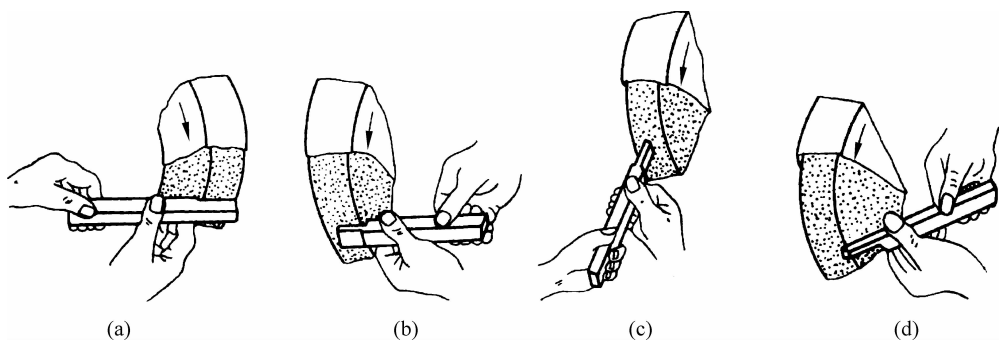
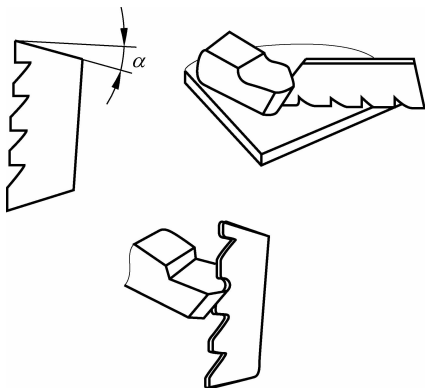

图 3-3 90°车刀刃磨
图 3-4 用样本检验角度
- ① 主后面,同时磨出主偏角及主后角,见图 3-3(a)。
- ② 副后面,同时磨出副偏角及副后角,见图 3-3(b)。
- ③ 前面,同时磨出前角,见图 3-3(c)。
- ① 磨前面。
- ② 磨主后面和副后面。
- ③ 磨刀尖圆弧,见图 3-3(d)。
(2) 刃磨车刀姿势及方法。
- ① 站立在砂轮侧面,以防砂轮碎裂时,碎片飞出伤人。
- ② 手握刀的距离放开,两肘夹紧腰部,这样可以减小磨刀时的抖动。
- ③ 磨刀时,车刀应放在砂轮的水平中心,刀尖略微上翘 $3^{\circ} \sim 8^{\circ}$ 。车刀接触砂轮应作左右方向水平线移动。当车刀离开砂轮时,刀尖需向上抬起,以防磨好的刀刃被砂轮碰伤。磨主后面时,刀杆尾部向左偏过一个主偏角的角度,见图 3-3(a),磨副后面时,刀杆尾部向右偏过一个副偏角的角度,见图 3-3(b)。修磨刀尖圆弧时,通常以左手握车刀前端为支点,用右手转动车刀尾部,见图 3-3(d)。
④ 磨刀过程:确定主切削刃→粗磨刀面→精磨刀面同时控制好角度→修磨刀尖圆弧。
(3) 检查车刀角度方法。
① 目测法。观察车刀角度是否合乎切削要求,刀刃是否锋利,表面是否有裂痕和其他不符合切削要求的缺陷。
② 量角器和样板测量法。对于角度要求高的车刀,可用此法检查,见图 3-4 所示。